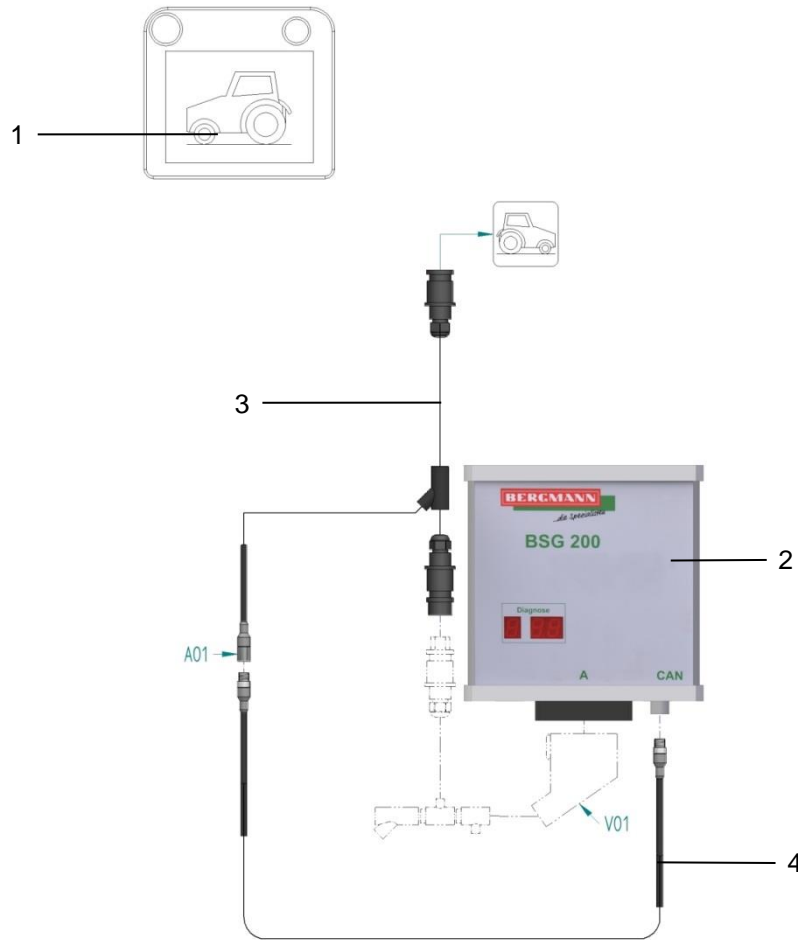

Bild 10: Anschlussschema des Terminals ISOBUS mit BSG200
- Verbinden Sie das Steuergerät BSG200 (Bild 10 / Pos.2) mit den entsprechenden Anschlüssen des Versorgungskabels (Bild 10 / Pos.3) mittels Adapterkabel (Bild 10 / Pos.4) unter Berücksichtigung der nachfolgenden Daten:
- Verbinden Sie die Anschlüsse des Versorgungskabels (Bild 10 / Pos.3) mit den entsprechenden Anschlüssen des Kabelbaums, des Adapterkabels (Bild 10 / Pos.4) und der Stromversorgung am Traktor unter Berücksichtigung der nachfolgenden Daten: